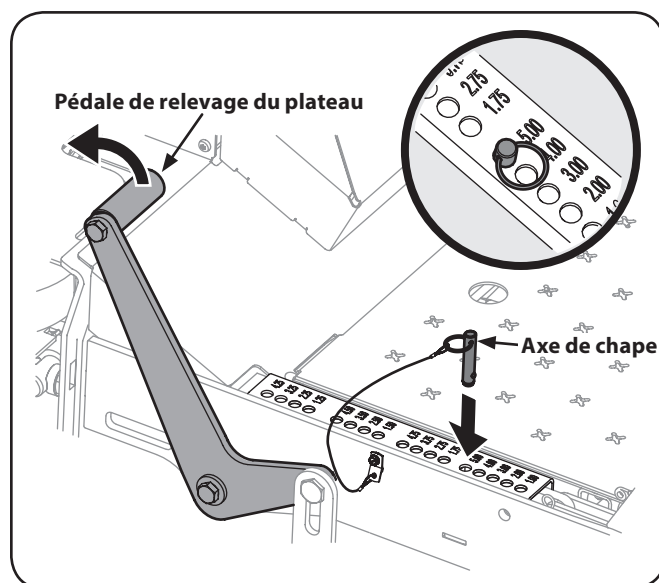

Figure 3-1
2. Utilisez la pédale de relevage du plateau de coupe pour relever le plateau à la plus haute position. Fixez le plateau de coupe en position avec l'axe de chape qui est attaché à l'appareil. Voir Figure 3-1.